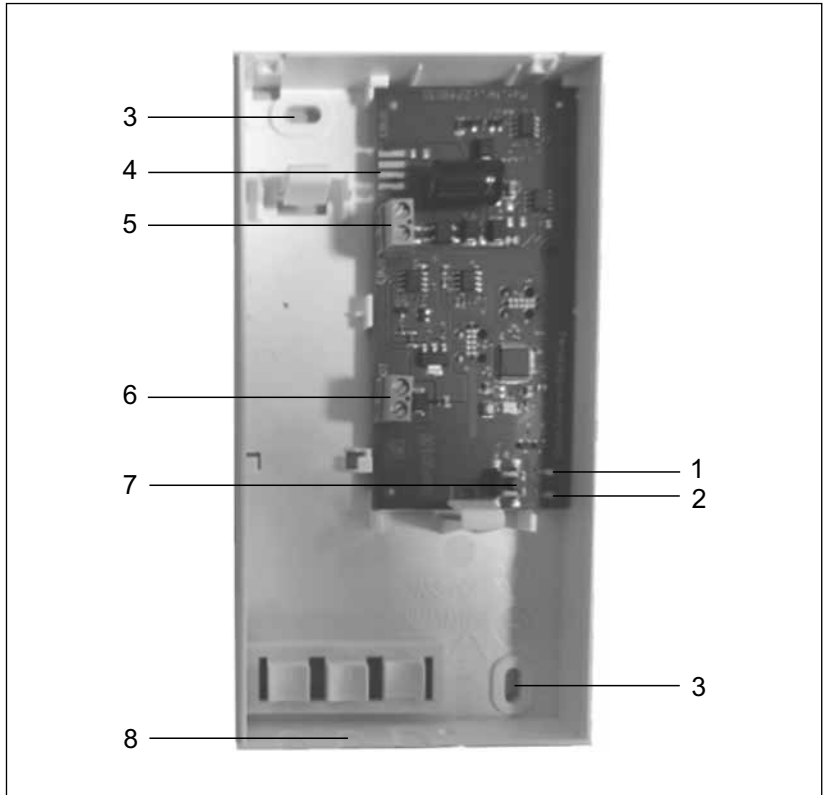
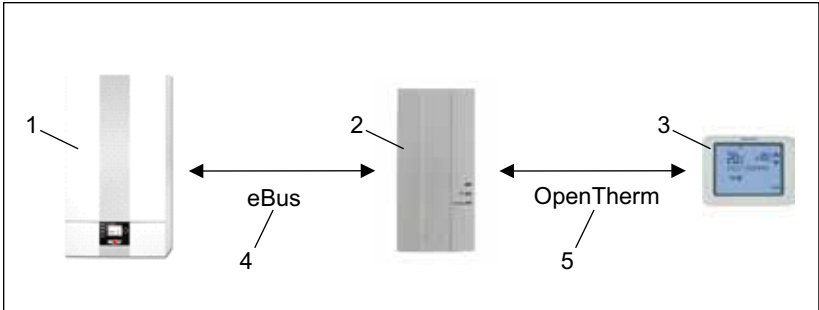

Abb. 3.1 Übersicht Schnittstelle
Abb. 3.2 Topologie
- ▶ Die Wandmontage mit Schrauben durch die dafür vorgesehenen Ösen (siehe Abb. 3.1) ausführen.
- ▶ Nötige Kabeleinführungen (siehe Abb. 3.1) vorsichtig ausbrechen.
- ▶ Busleitungen (siehe Abb. 3.2) an den zugehörigen Anschlusspunkten (siehe Abb. 3.1) anklemmen.